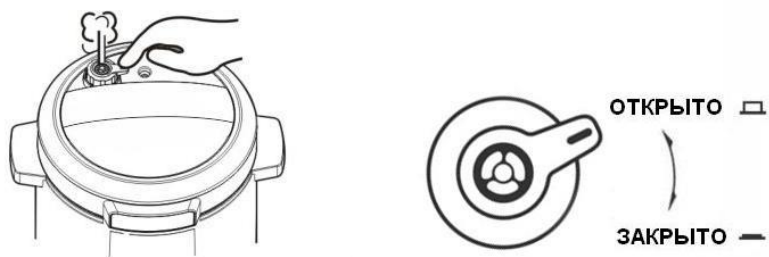

Рис. 5
17. В конце процесса приготовления отключите прибор от электросети. Снизьте давление в чаше. Для этого поверните регулятор давления в положение ОТКРЫТО. Горячий пар начнет выходить наружу, тем самым стабилизируя давление внутри прибора (Рис.5).